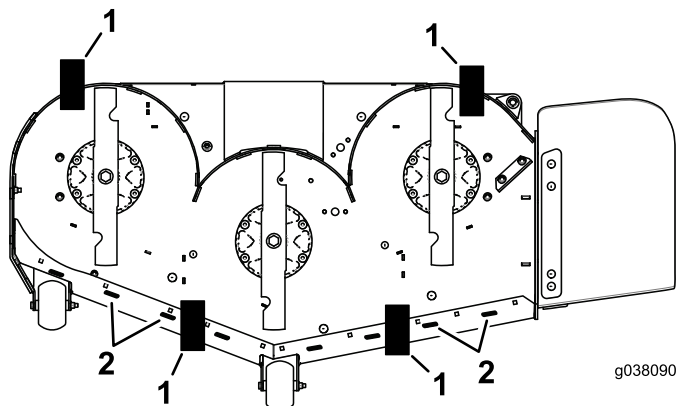

**Figure 85**
10. Desserrez lentement la vis de réglage sur le ressort d'aide au levage jusqu'à ce que vous puissiez enlever la vis (Figure 85).